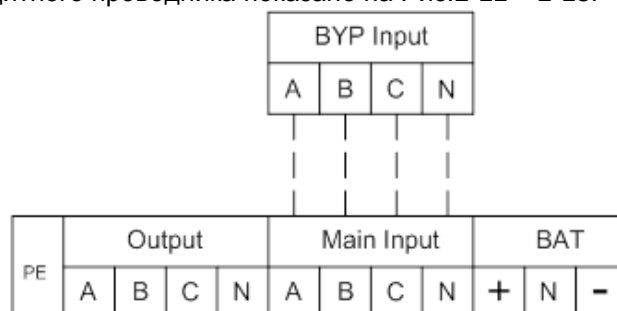

Рис.2-11 Силовые клеммы на ИБП 180 кВА
2. Снимите защитную крышку силовых клемм. Расположение клемм ввода, вывода, батарей и защитного проводника показано на Рис.2-11 – 2-13.